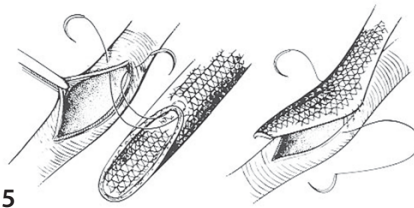

Fig. 5
2. Il polipropilene monofilamento è il materiale di sutura da preferire. Durante la sutura, rovesciare i bordi della protesi e verificare che l'intero spessore della parete e un occhio della mesh siano ripresi da ciascun punto. Fig. 5. Si consiglia di utilizzare solo aghi non taglienti in fase di sutura.